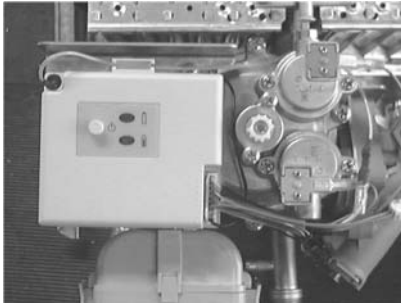

Fig. 6
Para tal fin, basta conectar el interruptor (ver fig. 6).
1. Desconectar los terminales de la bujía de encendido que conecta al módulo de encendido y al cableado (Fig. 6).